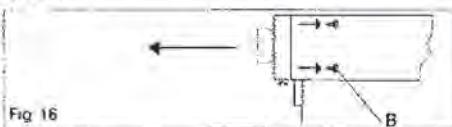

Fig. 16
Pour démonter le tableau de bord il suffit de dévisser les 4 vis (B) internes qui fixent le tableau de bord à la façade du four (fig. 16).